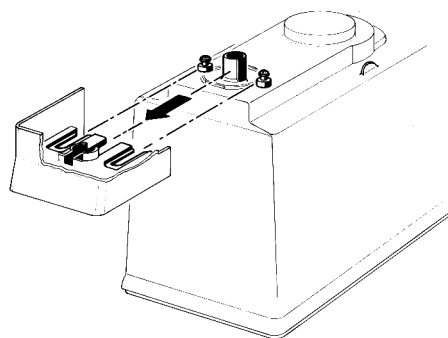

Bild 7
- 2 - Den Behälter aus dem Dispenser montieren und auf den Kopf stellen. Den Hahnkörper aus dem Getränkebehälter entfernen (Bild 7).